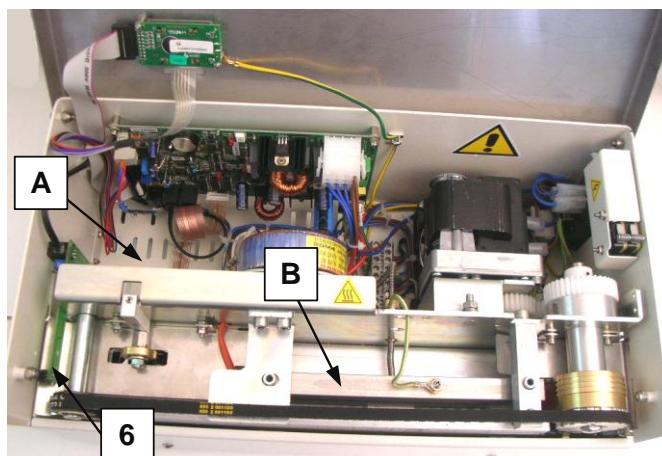
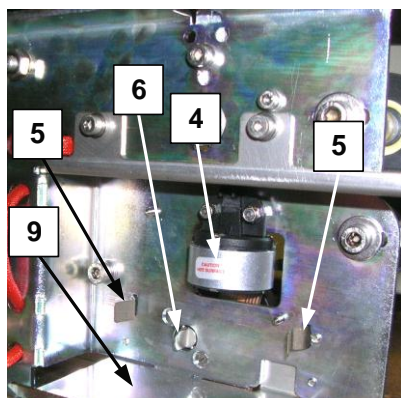
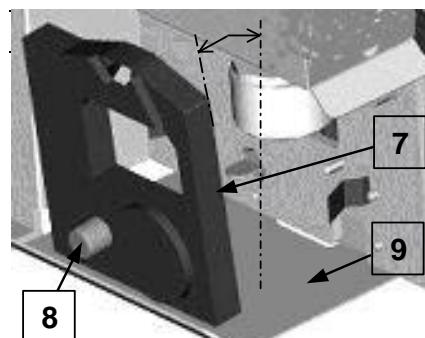

fig.4.2
fig.4.3
fig.4.4
La macchina è dotata di una stampante elettronica (n.4-fig.4.3) del tipo ad aghi con cassetta nastro (n.7-fig.4.4).
L'azionamento della stampa è comandato elettronicamente dalla fotocellula di ingresso (n.6-fig.4.2) che esegue l'input di stampa non appena la busta è completamente transitata sotto il suo campo di lettura. Se la stampa è abilitata dal pannello comando (cfr. par. 3.2.2), la stampante imprimerà i dati impostati sulla busta prima che questa esca dalla macchina.
**QUALORA LA MACCHINA FOSSE STATA SPENTA DA POCO TEMPO, PER EVITARE USTIONI NON TOCCARE LE BARRE SALDANTI (pos.B-fig.4.2).**
- introdurre la cassetta nastro (n.7-fig.4.4) nel vano della zona di stampa (pos.A-fig.4.2)
- appoggiare la cassetta sulla lamiera di guida (n.9-fig.4.4): tenerla leggermente inclinata verso il retro della macchina (vedi fig.4.4)
- dopo aver individuato le due mollette di aggancio (n.5-fig.4.4), ruotare leggermente la cassetta ed inserirla nella molletta più interna
**La paletta dell'albero di trasmissione stampa (n.6-fig.4.3) deve essere inserita senza forzature nel rotore della cassetta nastro (n.8-fig.4.4): qualora ci fossero impedimenti all'inserimento, ruotare leggermente il rotore e riprovare l'inserimento.**
**Attenzione: per evitare la rottura della cassetta nastro, il suo rotore (n.7-fig.4.4) deve essere ruotato solo nella direzione della freccia indicata sulla cassetta nastro stessa.**
- afferrare la cassetta nastro ed estrarla dalle due mollette di aggancio (n.5-fig.4.4)
-  **QUALORA LA MACCHINA FOSSE STATA SPENTA DA POCO TEMPO, PER EVITARE USTIONI NON TOCCARE LE BARRE SALDANTI (pos.B-fig.4.2).**
QUALORA LA MACCHINA FOSSE STATA SPENTA DA POCO TEMPO, PER EVITARE USTIONI NON TOCCARE LE BARRE SALDANTI (pos.B-fig.4.2).